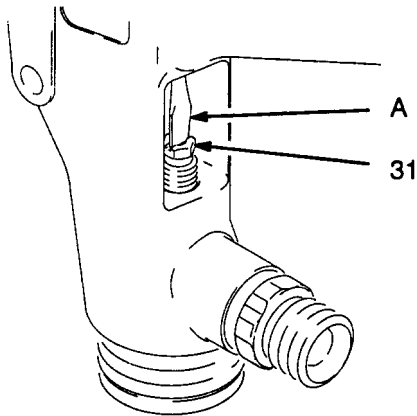

Fig. 7
2. Colocar el tornillo de ajuste de las empaquetaduras (31) sobre el conjunto de empaquetaduras e introducir las roscas en la pistola. A continuación, retirar la aguja.
3. Insertar un destornillador de hoja delgada (A) a través de la parte de atrás de la pistola y el tornillo de ajuste de las empaquetaduras (31) tal como se muestra en la Fig. 7. Tener cuidado de no mellar o dañar las piezas con la herramienta. Girar el tornillo con el destornillador (aproximadamente 3 vueltas); las empaquetaduras se aflojarán.